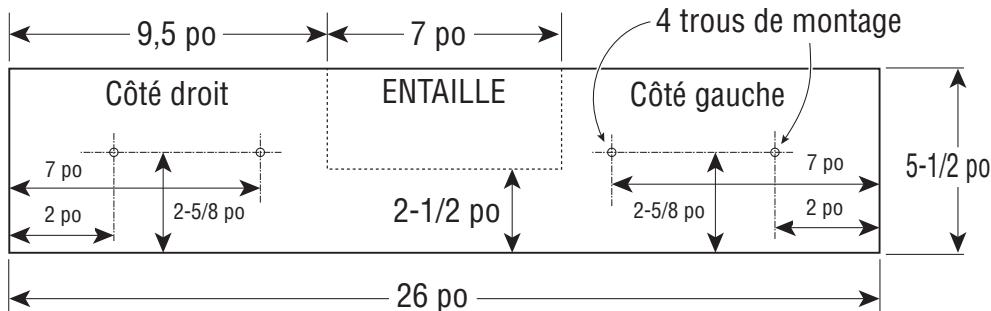

Fig. 38 Guide auxiliaire en bois haut – 3/4 po d'épaisseur
1. Placez une pièce de bois contre le guide de la scie à onglet (voir Figure 37). (Le bois peut avoir une hauteur maximum de 4 1/2 po.). Assurez-vous que la tête ne gêne pas le guide auxiliaire. Voir le dessin de dimensionnement – Figure 38.
7. Lorsque vous effectuez des coupes coulissantes, il faut faire une entaille au centre selon le modèle (voir Figure 38).